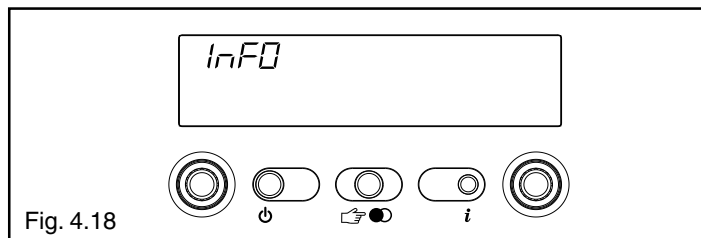

Fig. 4.18
- 0 visualizza la scritta InFO (fig. 4.18)